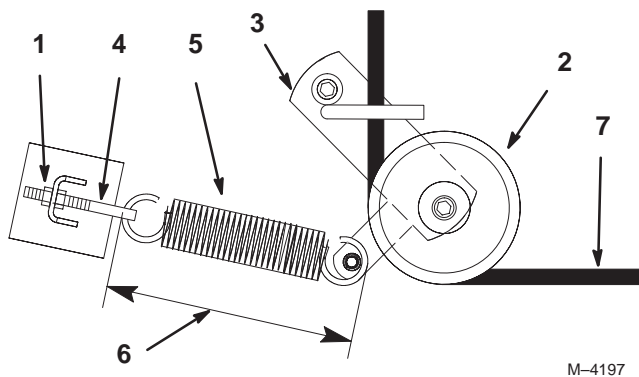

Figure 55
3. Desserrez l'écrou extérieur sur le boulon à œil du ressort (Fig. 55).
5. Déposez la poulie de tension rappelée par ressort (Fig. 55).
6. Faites passer la courroie neuve dans le bras de tension (Fig. 55).
8. Serrez l'écrou extérieur sur le boulon à œil du ressort (Fig. 55).
Remarque : Vérifiez la longueur du ressort. Il doit mesurer 238 mm ± 3 mm une fois en place. Procédez à un réglage si la longueur n'est pas correcte (Fig. 55).